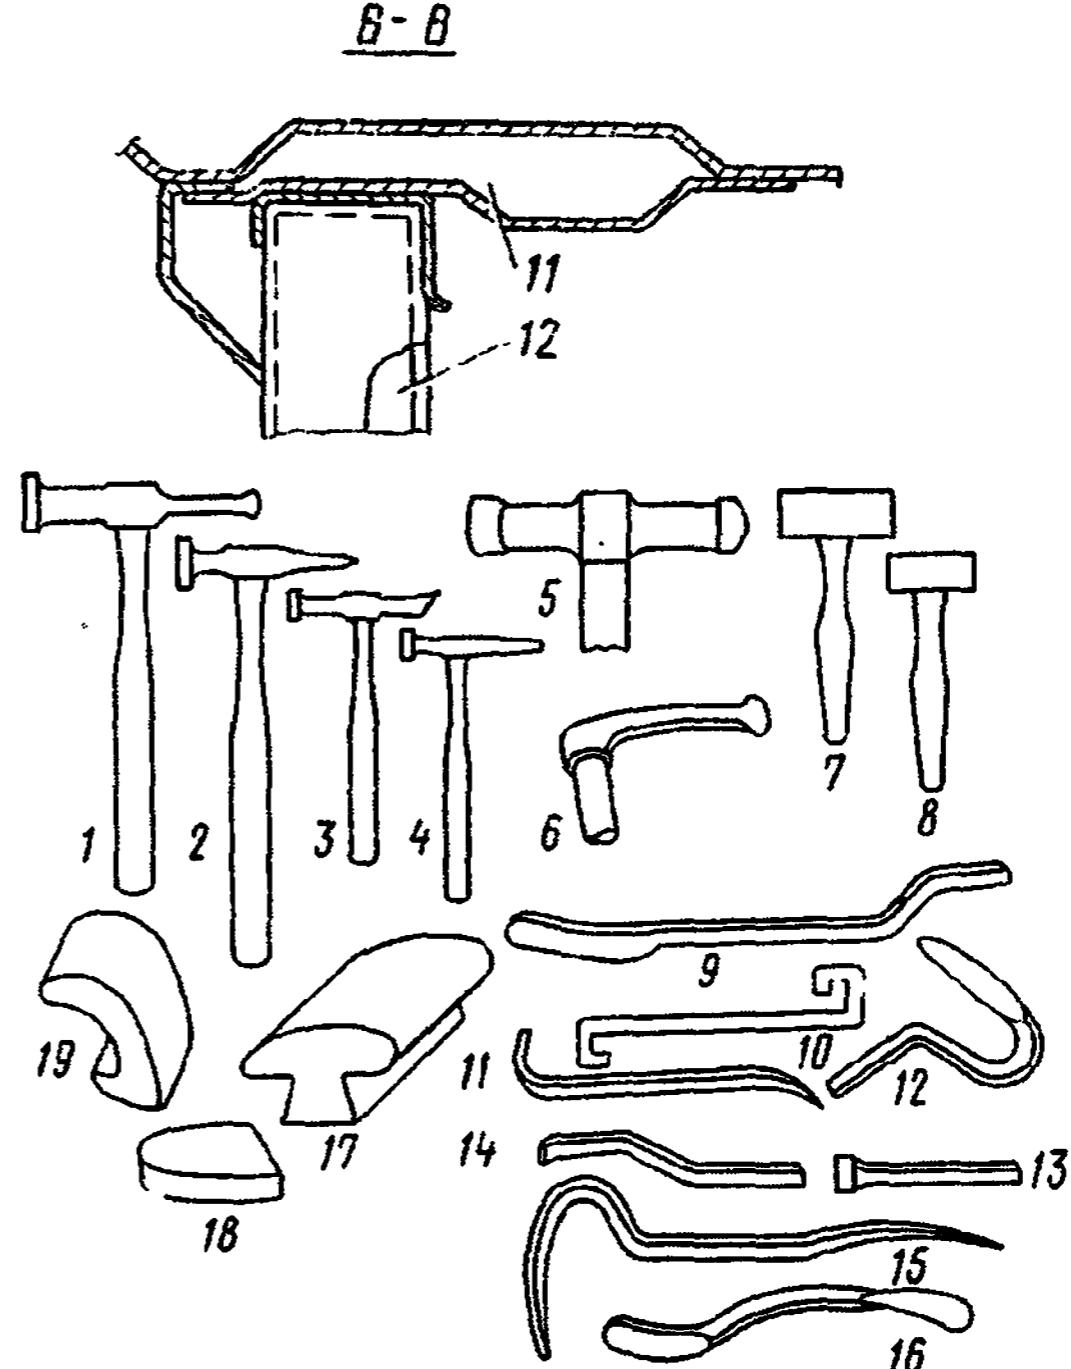

Рис. 376. Набор инструмента для устранения вмятин:
4) вмятины в труднодоступных местах устранийте специальными оправками и поддержками (рис. 376) или вырежьте со стороны, противоположной вмятине, окна для введения инструмента;